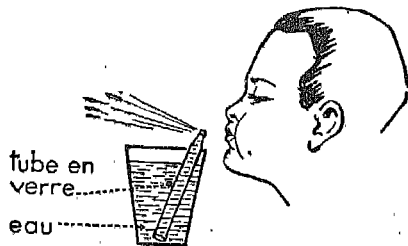

Fig. 5. — Principe du gicleur. De fines gouttelettes d'eau giclent par l'extrémité rétrécie du tube lorsque le garçon souffle fortement ; faites l'expérience.
1o Le carburateur : il prépare le mélange explosif d'air et de vapeur d'essence qui constitue les gaz frais aspirés dans le cylindre pendant le premier temps de chaque cycle (fig. 5 et 6).
1. Nous verrons (page 518, fig. 5) que le bloc moteur d'une voiture comporte outre le moteur deux autres organes (embrayage et boîte de vitesse).